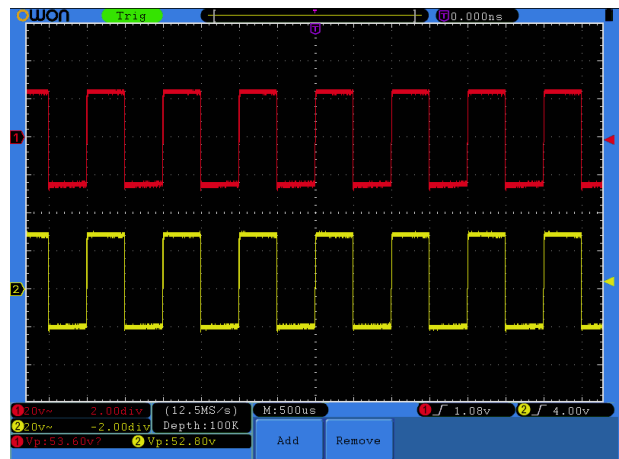

Рисунок 7.2. Осциллограммы при определении коэффициента усиления
8) Считайте значения размаха напряжения сигналов в каналах CH1 и CH2, показанные в левом нижнем углу дисплея (см. рисунок 7.2).